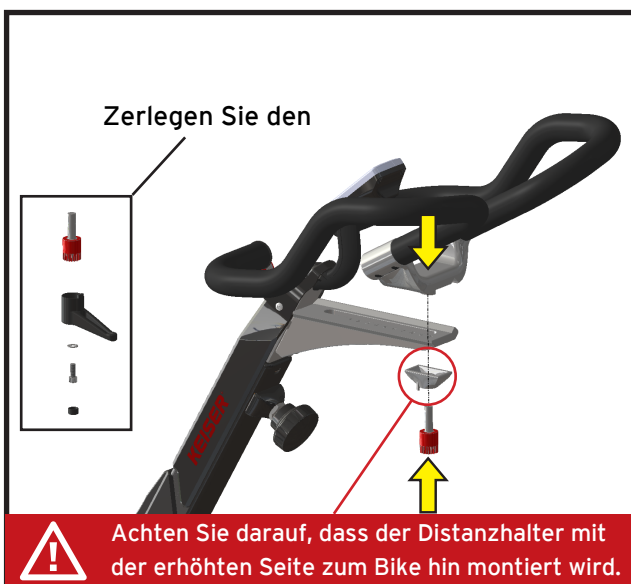

Abbildung 17: Zusammensetzen von Lenker, Griffbolzen und Distanzhalter
- b) Führen Sie den Hebelbolzen durch das Lenker-Distanzstück und befestigen Sie den Lenker an der Lenkerschiene (siehe Abbildung 17). Ziehen Sie die Baugruppe handfest an.